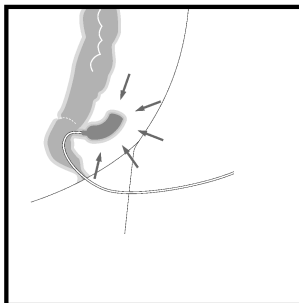

Fig. 4
17. Verificați poziția buretelui utilizând endoscopul. (Fig. 4)